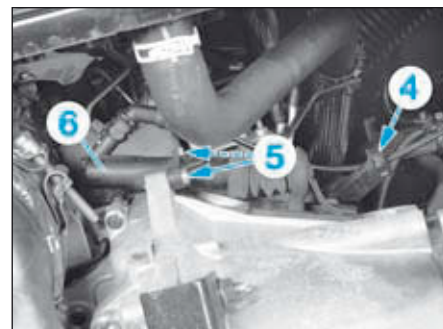

FIG.5
- Dégrafer la canalisation hydraulique du cylindre récepteur d'embrayage en (4) (Fig.5).
- les vis de fixation (5) du cylindre récepteur d'embrayage (6) et écarter ce dernier,